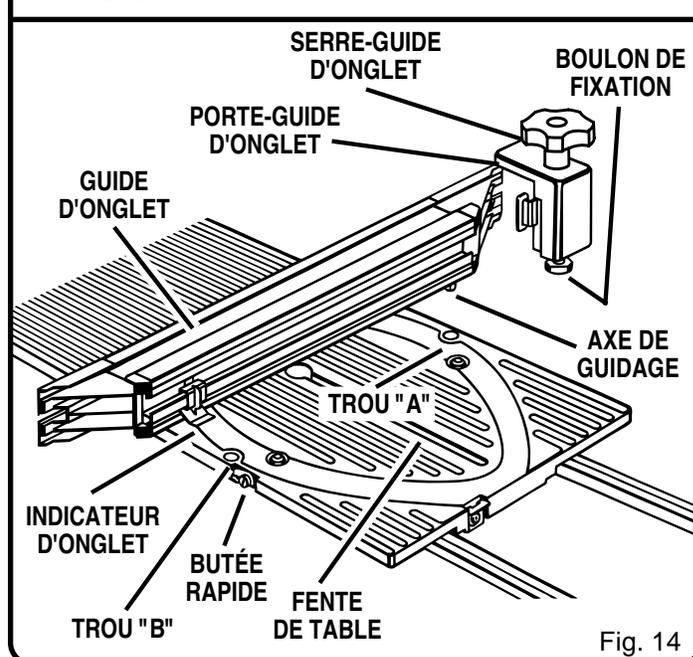

Fig. 14
- Pour installer le porte-guide d'onglet sur le guide d'onglet, desserrez le boulon de fixation en tournant le serre-guide d'onglet (le bouton sur le dessus) vers la gauche. Assurez-vous que le serre-guide d'onglet est assez desserré pour que le boulon puisse glisser dans la fente de la table. Glissez les pattes dans les rainures du guide d'onglet. Voir figure 14.